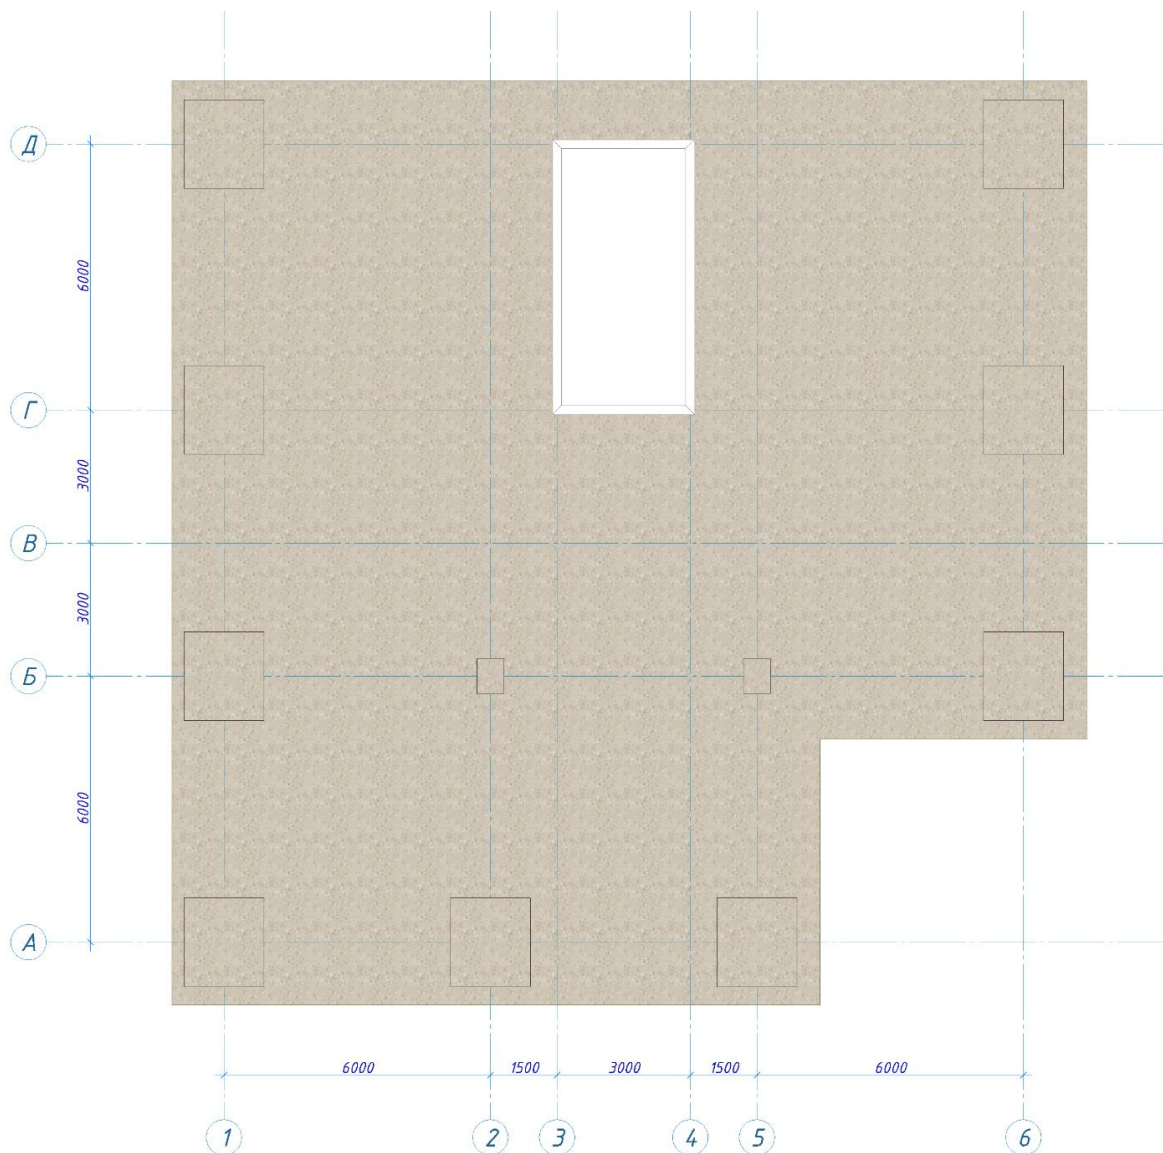

Рис. 23.11. Розташування прорізу в плиті перекриття на виді зверху
- Задайте прямокутний отвір для сходової клітки в ядрі жорсткості, вводючи послідовного пару точок вершин прямокутника по діагоналі (рис. 23.11).